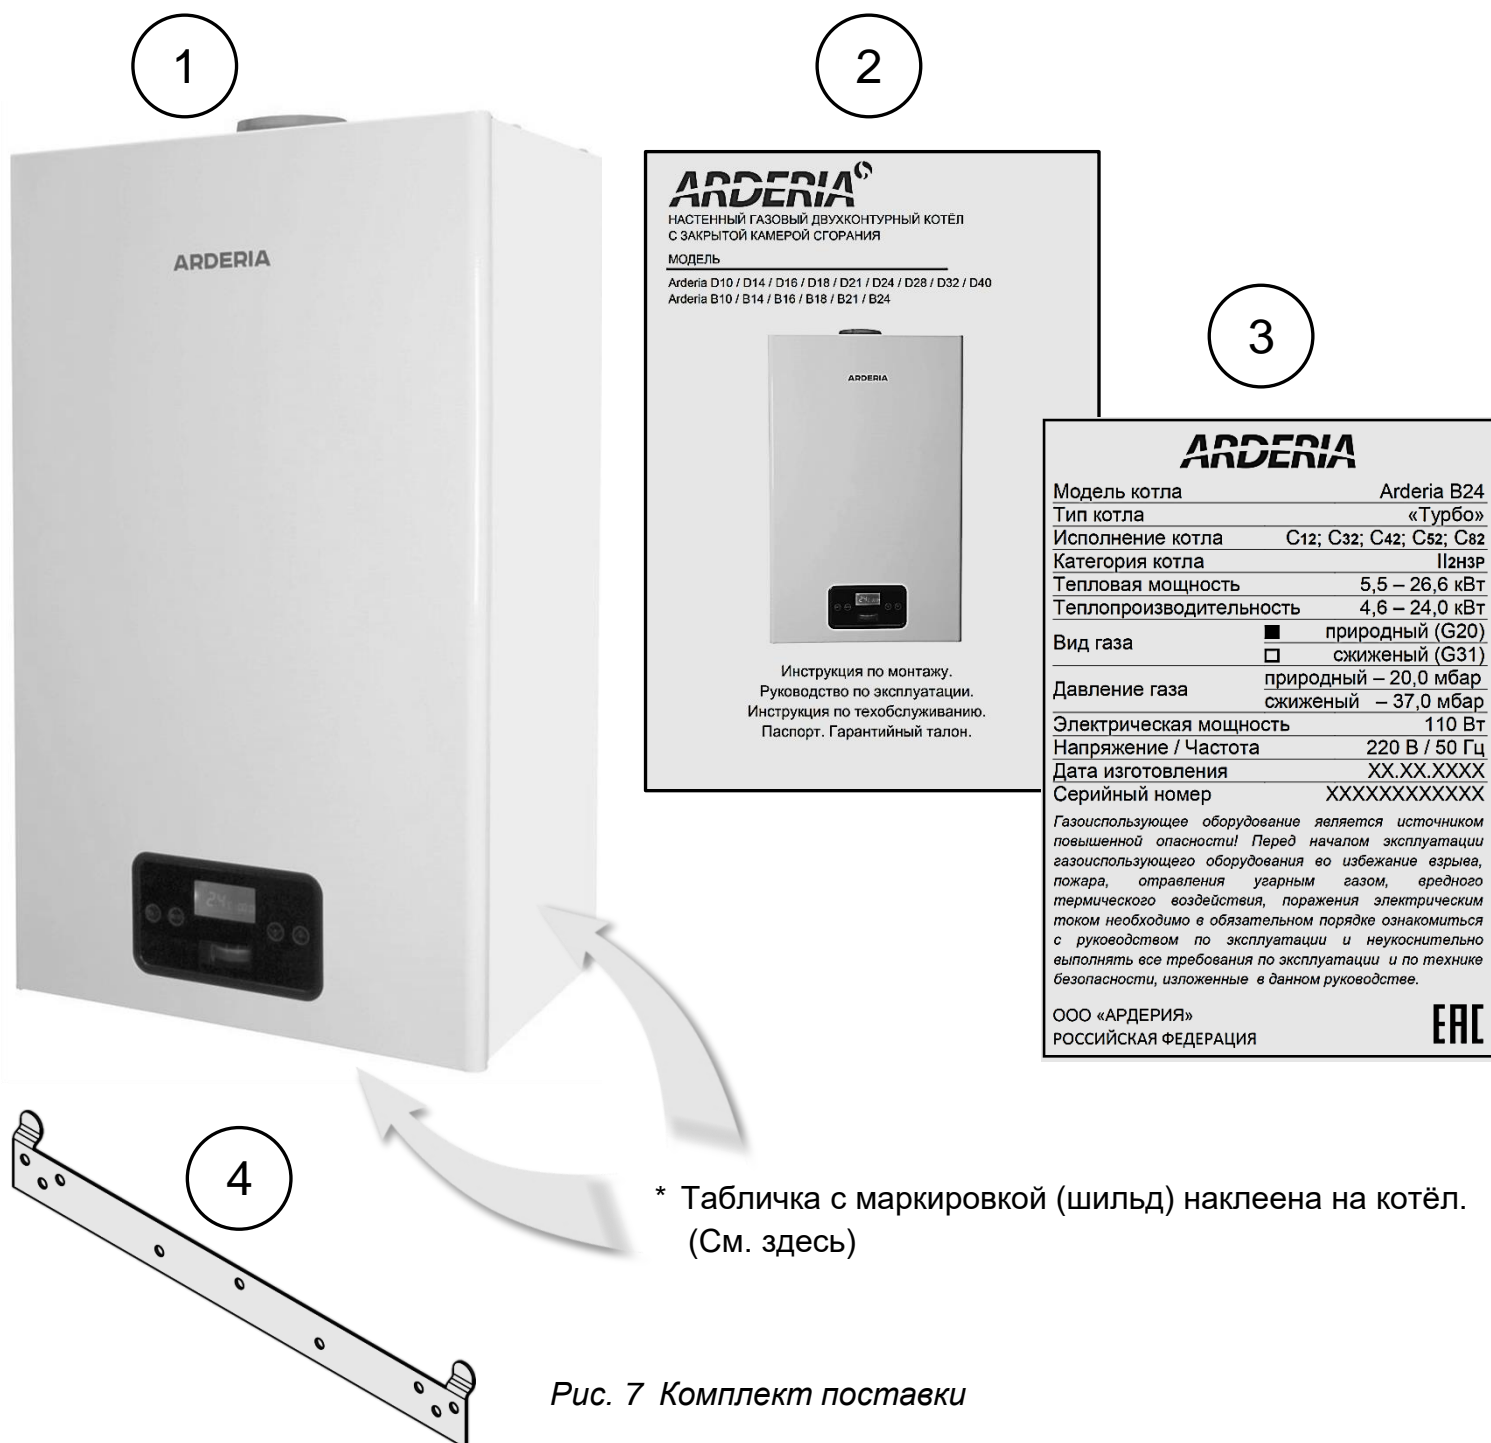

Рис. 7 Комплект поставки
- Проверить и убедиться в том, что для работы котла используется указанный тип газа (природный газ / сжиженный газ). Информация о типе газа, для работы на котором настроен котёл, приведена в данном руководстве в таблице технических характеристиках (См. Табл. 1) и на табличке с маркировкой котла (См. Рис. 7)